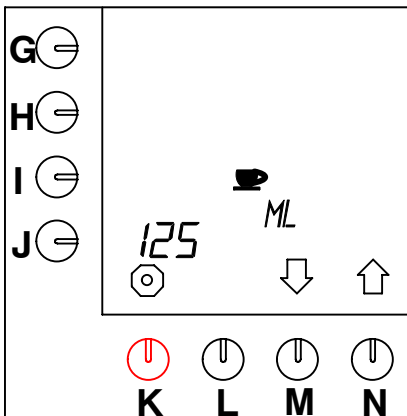

Abb. 24 Inhalt einer Tasse
- Drücken Sie auf die Wahl taste (N.)↑, bis Abb.24 im Display erscheint.